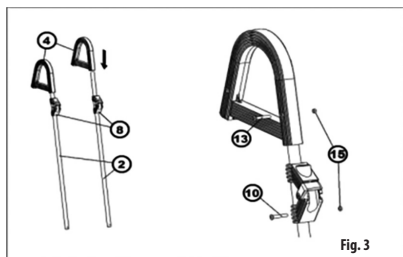

Fig. 3
Tryck fast säkerhetskällare (8) mot de övre ihopmonterade stödben (2) och tryck sedan fast plastbågar (4). Skruva ihop komponenter med de medföljande skruvar och muttrar (10, 13). (Fig. 3)